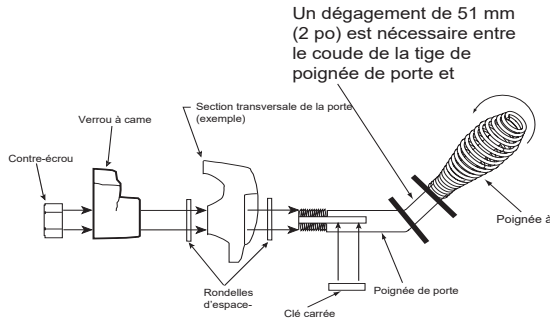

Figure 24.1
3. Placez une deuxième rondelle comme illustré à la **figure 24.1**.
7. Installez la poignée à ressort en la tournant dans le sens contraire des aiguilles d'une montre jusqu'à la position souhaitée sur la tige de la poignée de porte pour obtenir le dégagement de 51 mm (2 po) nécessaire (**Figure 24.1**).